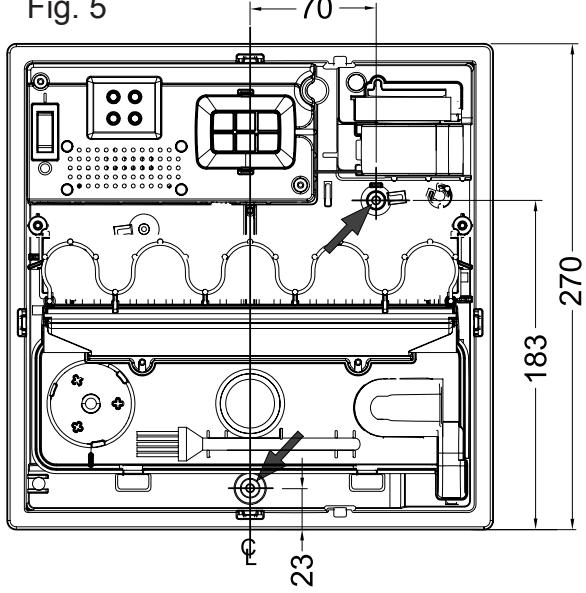

Fig. 8
Sitúe la pestaña en la unidad del transductor en el hueco moldeado de la base del sumidero (1). Asegúrese de que el cable no obstruya el disco del transductor. Para evitar que el cable quede atrapado entre la boquilla y el sumidero, asegúrese de que el cable salga por la ranura de la pared del sumidero (2). - **Consulte la Fig. 8.**